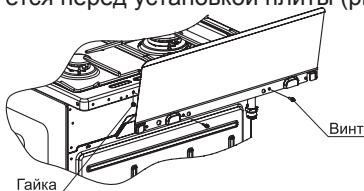

рис. 1
■ Модели плит, не имеющие крышки стола, комплектуются щитком, который закрепляется перед установкой плиты (рис.1).
■ **Установка щитка** на плиты моделей GM241 001, GM241 101. Установку щитка производить путем крепления к столу двумя винтами и гайками (см. рис. 1). Винты и гайки для крепления щитка находятся в пакете с комплектующими.